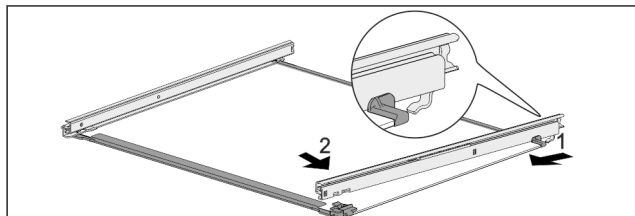

Fig. 125 带轨道的玻璃隔板
- ▶ 轨道后部钩入。 Fig. 125 (1)
- ▶ 轨道前部卡紧。 Fig. 125 (2)